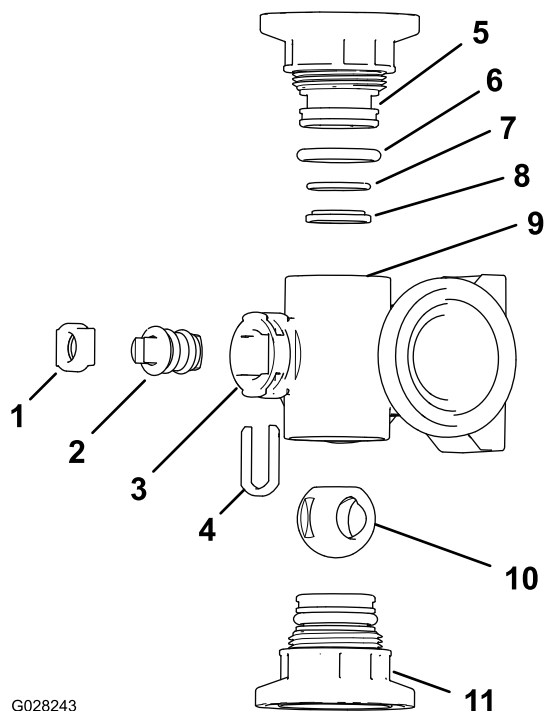
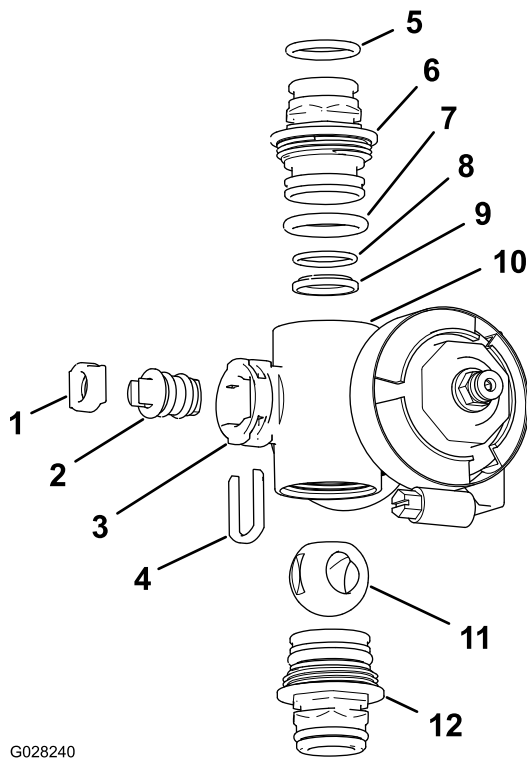

Figure 108
Figure 109
2. Déposez les 2 raccords d'embout à chaque extrémité du collecteur (Figure 108 et Figure 109).
4. Retirez l'étrier de fixation de tige situé dans les fentes de l'orifice de tige du collecteur (Figure 108 et Figure 109).
5. Déposez du collecteur le dispositif de retenue de la tige et le siège de la tige (Figure 108 et Figure 109).
6. En passant par le corps du collecteur, déposez la tige de valve (Figure 108 et Figure 109).
1. Vérifiez l'état et l'usure des joints toriques de raccord de sortie (collecteur de vanne de section seulement), des joints toriques d'embout, des joints toriques de portée arrière et du siège de bille (Figure 108 et Figure 109).
2. Appliquez de la graisse sur la tige et insérez cette dernière dans son siège (Figure 108 et Figure 109).
3. Placez la tige et le siège de valve dans le collecteur et fixez-les à l'aide du dispositif de retenue (Figure 108 et Figure 109).
4. Vérifiez que le joint torique de portée arrière et le siège de bille sont bien alignés et engagés dans le raccord d'embout (Figure 108 et Figure 109).
5. Montez le raccord d'embout sur le corps du collecteur jusqu'à ce que la bride du raccord touche le corps (Figure 108 et Figure 109), puis tournez encore le raccord d'embout de $\frac{1}{8}$ à $\frac{1}{4}$ de tour.